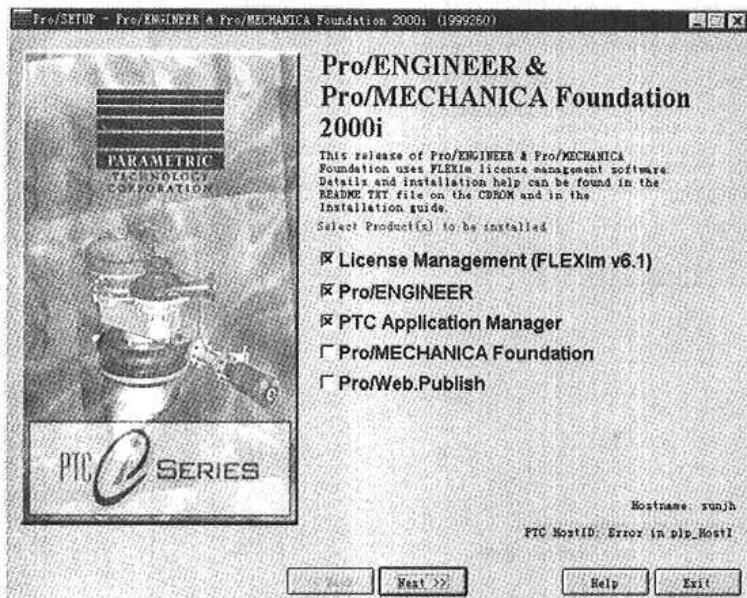
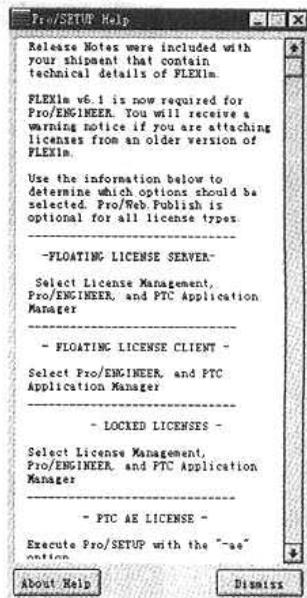
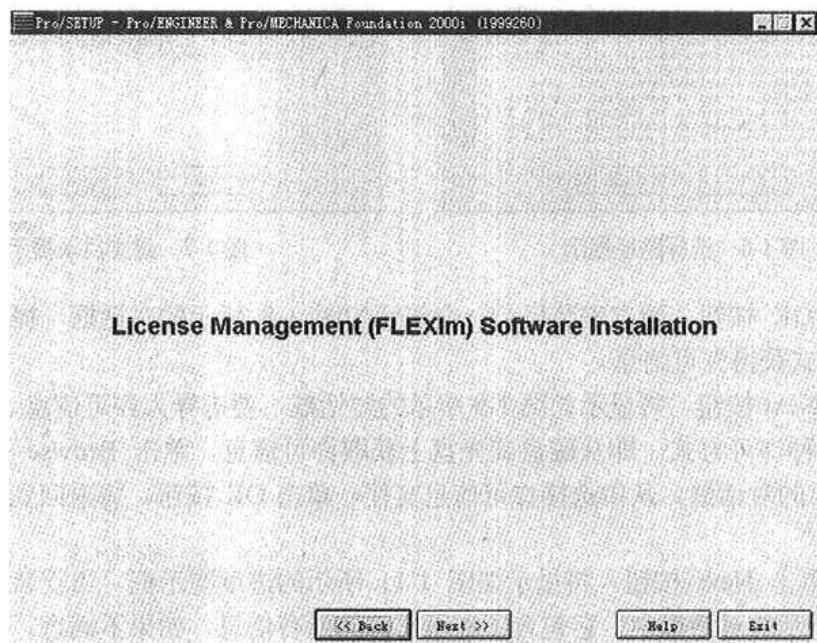

图 1-2 安装选择对话框
图 1-3 帮助窗口
图 1-4 许可安装提示窗口
此提示框要停留数分钟，然后显示如图 1-2 所示的对话框，可从中进行安装选择。同时，在该对话框旁边显示 Help 窗口（如图 1-3 所示），从中可以进行安装帮助信息的查找。如果不关闭的话，该对话框将伴随整个安装过程。
(2) 从图 1-2 中选择安装选项。可以选择前两项。如没有第一项，则主机无法运行 Pro/ENGINEER 2000i。选择后单击 Next 按钮，将进入如图 1-4 所示的对话框中，提示开始许可管理安装。